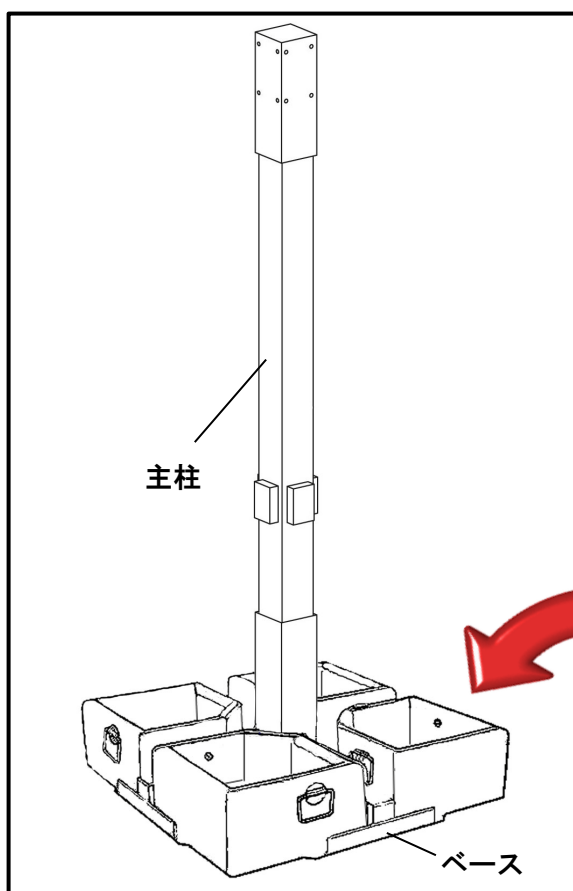

図.2
- ③ 締め終わりましたら、残りの2個のポット型ウェイト (E) をベース (B) にのせて下さい。(図.2)